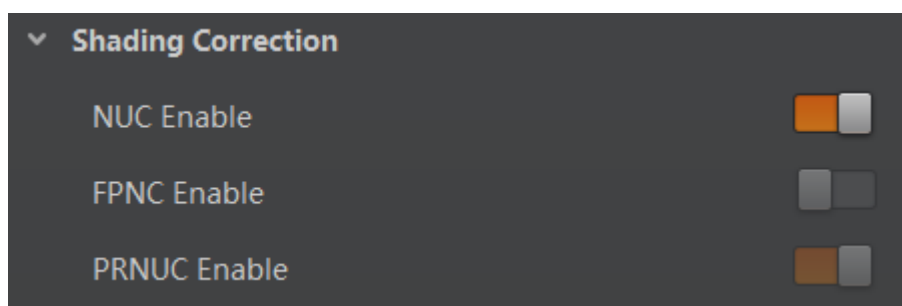

图7-33 阴影矫正
2. 启用 *NUC Enable* 参数，使能平场矫正和明场矫正功能，如图 7-33 所示。